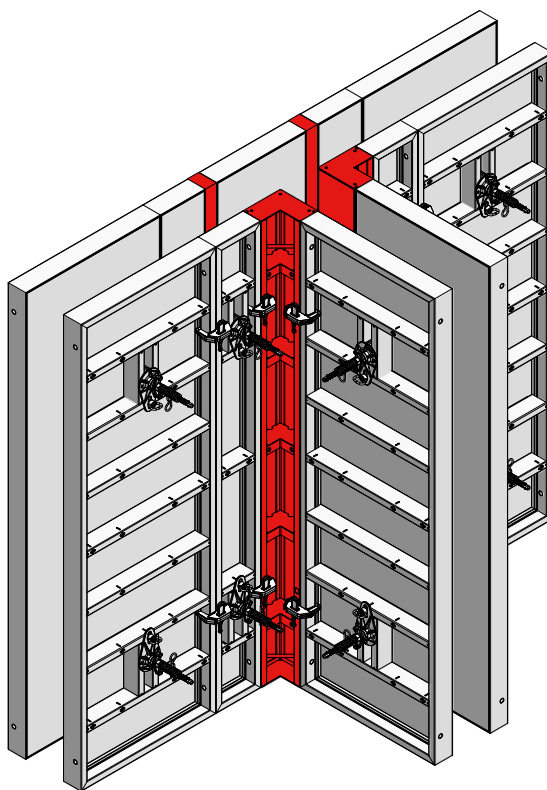

Fig. 54.1
Les raccords de voiles en T peuvent être réalisés avec deux angles intérieurs (AI) ST (Fig. 54.1).
En fonction de l'épaisseur de voile, des fourrures bois d'épaisseur adéquate sont mises en œuvre sur le long côté du voile en face de l'angle intérieur (Fig. 54.1, 54.2 et Tab. 54.3).
Des panneaux StarTec XT de 30 cm de large doivent être aboutés à l'angle intérieur (Fig. 54.1 et 54.2).